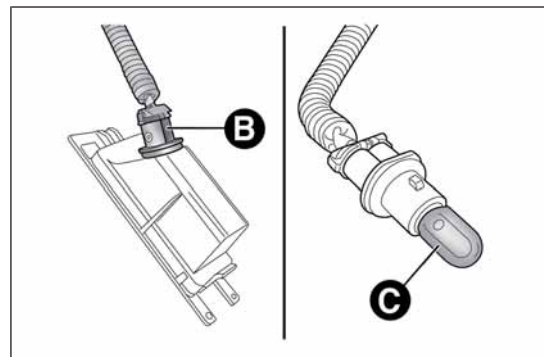

РИС. 141
- поверните по часовой стрелке патрон В РИС. 141, выньте и замените лампу С;